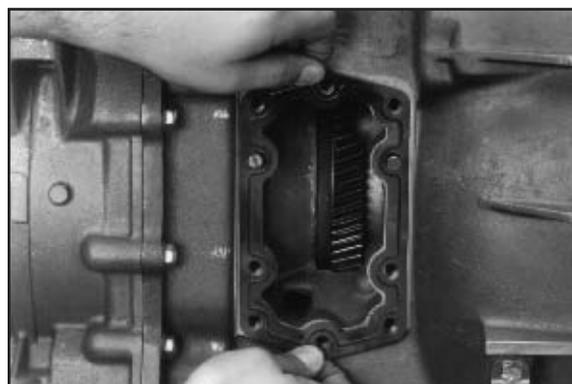

Fig. 5
5. Installare la guarnizione speciale sopra i perni di guida. La superficie con le nervature deve essere rivolta verso l'esterno, verso l'installatore (**fig. 5**).